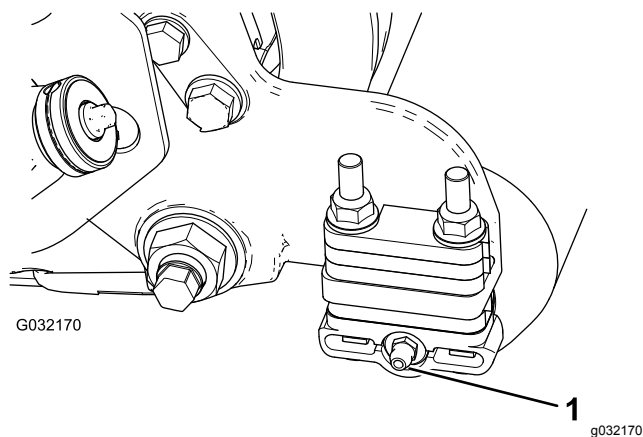

Figure 2
2. Montez le graisseur à 90° face à l'arrière (Figure 2).